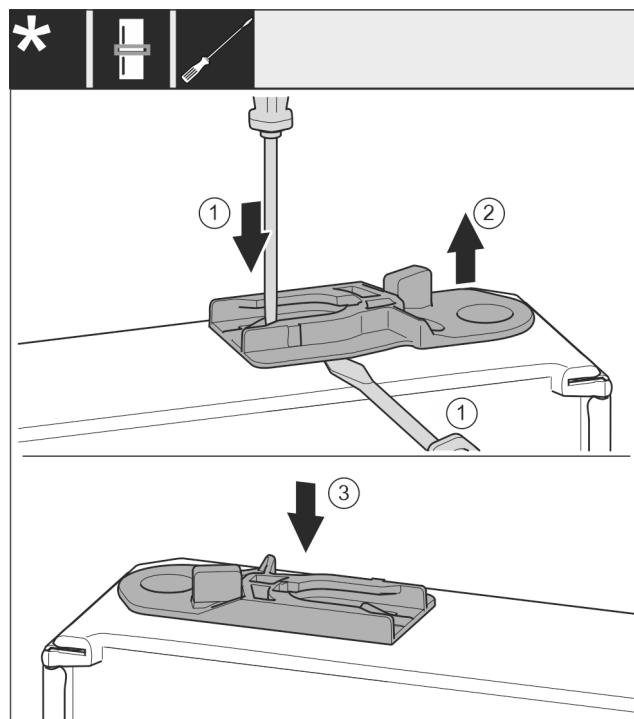

Fig. 38
► Витягніть направляюче гніздо: Натисніть шліцевою викруткою накладку і одночасно підведіть її під направляюче гніздо. Fig. 38 (1, 2)
► Направляюче гніздо, що входить до складу постачання, вставити з іншого боку корпуса. Fig. 38 (3)